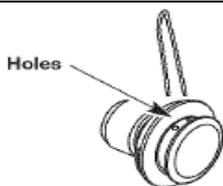

Рис. 16
4. Проденьте оба конца лески через требуемые отверстия в боковой части режущей головки (Рис.16).